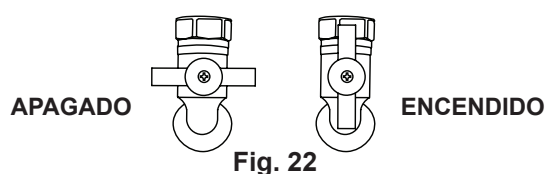

Fig. 22
3. Mueva la llave de la manguera de jardín de 3/4" (ubicada debajo del múltiple de válvulas) a la posición ABIERTA (Fig. 22).
9. Coloque la llave de la manguera de jardín de 3/4" en la posición CERRADA (Fig. 22).